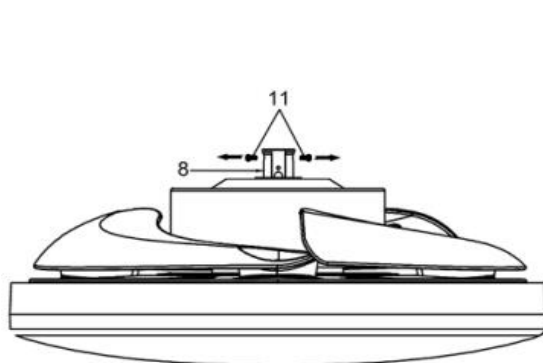

Fig. 6.2
2. Afloje los tornillos de fijación (11) de la caja de acoplamiento de la varilla descendente (8). (Fig. 6.2)